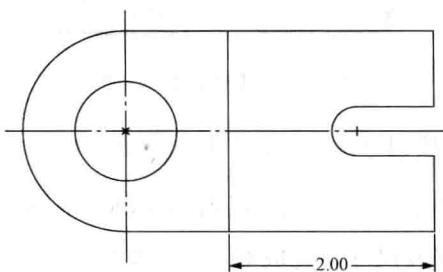

图 1-32 切剪材料的草绘截面图
1) 单击特征工具栏中的“拉伸”工具按钮 ，在绘图区单击鼠标右键，在弹出的快捷菜单中，选择“定义内部草绘”命令，打开【草绘】对话框。选取上一步拉伸实体上表面作为草绘平面，接受系统默认的放置方式，进入二维草绘模式。绘制如图 1-32 所示的草绘截面图后，单击草绘工具栏中按钮 ，退出二维草绘模式。